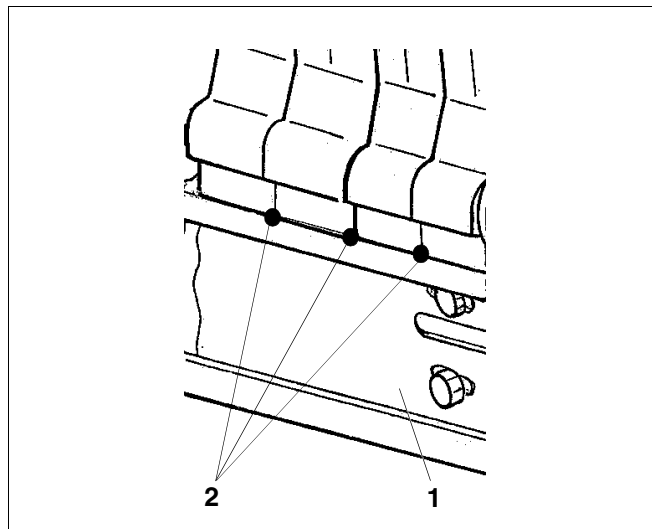

Fig. 19 Application du mastic
- Pour étancher le foyer entre les différents éléments sur la partie supérieure du rail en U (de l'intérieur ou de l'extérieur) injecter ponctuellement du mastic d'un côté (fig. 19, **pos. 2**).